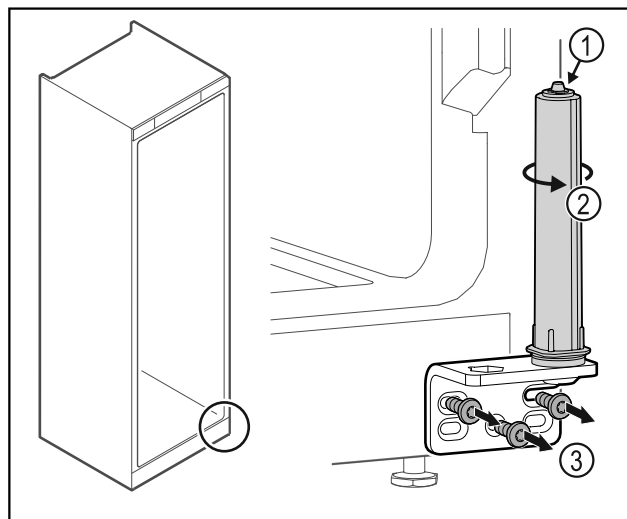

Fig. 51
- ▶ Ta inte isär dörlåssystemet Fig. 51 (1).
- ▶ Vrid låssystemet Fig. 51 (2) tills det klickar.
- ▶ Skruva av gångjärnsfästet Fig. 51 (3).